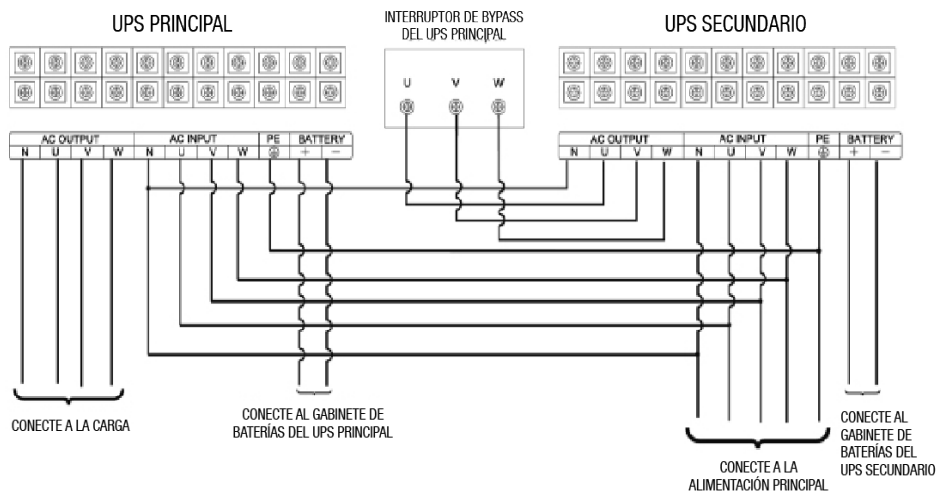

Fig. 4-12 Ejemplo de las conexiones de un sistema paralelo redundante 1+1 para el UPS-IND Serie 1300
- 5) El resto de las conexiones son las mismas que en una unidad individual, como se muestra en la Fig. 4-12.